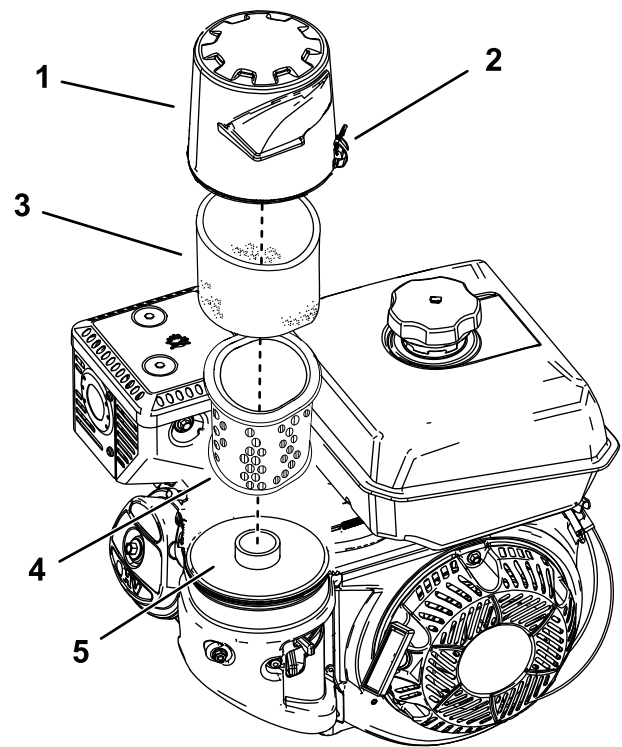

Bild 17
3. Lösen Sie den Riegel, mit dem die Luftfilterabdeckung gesichert ist (Bild 17).
5. Nehmen Sie die Schaumstoff- und Papiereinsätze vom Unterteil ab (Bild 17).
6. Nehmen Sie den Schaumstoffeinsatz vorsichtig vom Papiereinsatz ab (Bild 17).